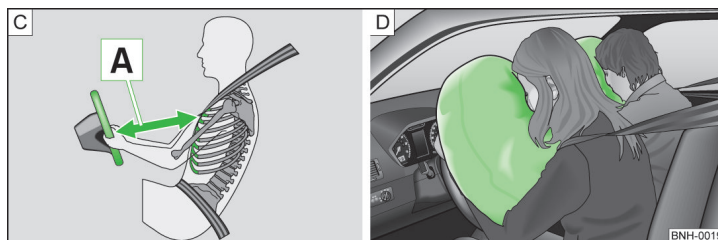

Fig. 9 Distancia de seguridad con respecto al volante/Airbags rellenos de gas
Al activarse, los airbags se llenan de gas y se despliegan delante del conductor y el acompañante » fig. 9 - [D]. Al sumergirse la cabeza y el tórax en el airbag completamente inflado, se amortigua el movimiento hacia delante del conductor y del acompañante, y se reduce así el riesgo de lesiones en esas partes del cuerpo.
- Es importante que el conductor y el acompañante mantengan una distancia mínima de 25 cm con respecto al volante o al cuadro de interruptores [A] » fig. 9. Si no respeta la distancia mínima, el sistema de airbag no podrá protegerle. ¡Peligro de muerte! Además, los asientos delanteros y los reposacabezas siempre deben estar correctamente ajustados a la estatura del ocupante.